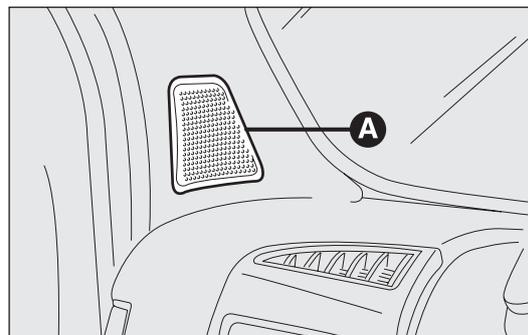

fig. I 32
- n. 2 tweeter A ubicati sui montanti anteriori (potenza 30W max ciascuno) fig. I 32;